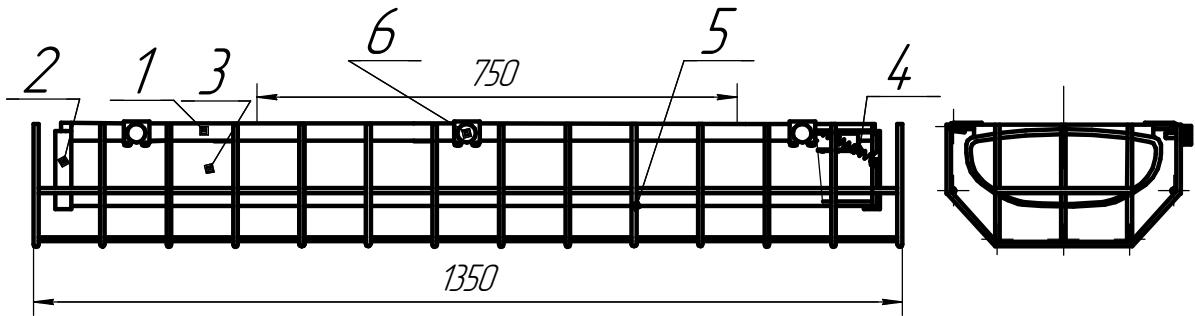

Рисунок. 1 1Корпус в сборе, 2Крышка, 3Рассеиватель, 4.Пружина,
4.2 Светильники в соответствии с рис.1 состоят из решетки поз.5, которая крепится к корпусу при помощи винтов специальных поз.6, корпуса поз.1.в котором размещена электрическая схема и светодиодные источники света, двух торцевых крышек поз.2., которые крепятся к корпусу с помощью пружин поз.4 и рассеивателя из опалового или прозрачного поликарбоната поз.3.